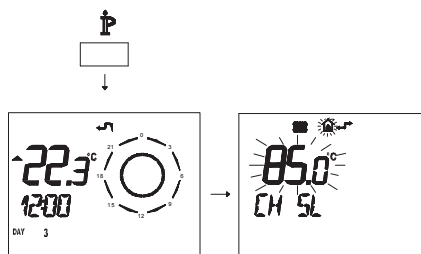

Figura 5.45
- Premere per più di 3 secondi il pulsante **P** para per entrare in modalità **INFO** (Figura 5.45).